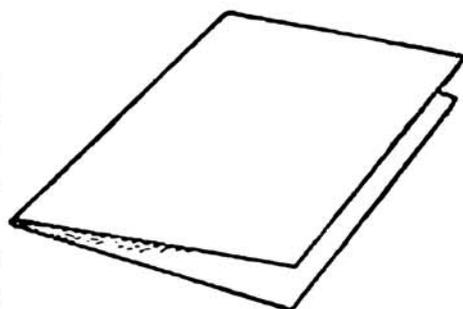

Рис. 42. Приклеивной форзац
**П р и к л е й н о й ф о р з а ц** (рис. 42) является наиболее простым по изготовлению. Приклеивной форзац представляет собой сфальцованный в один сгиб лист плотной бумаги, равный формату раскрытого книжного блока. Так, для книжного блока форматом 30×20 см лист бумаги для изготовления форзаца должен иметь